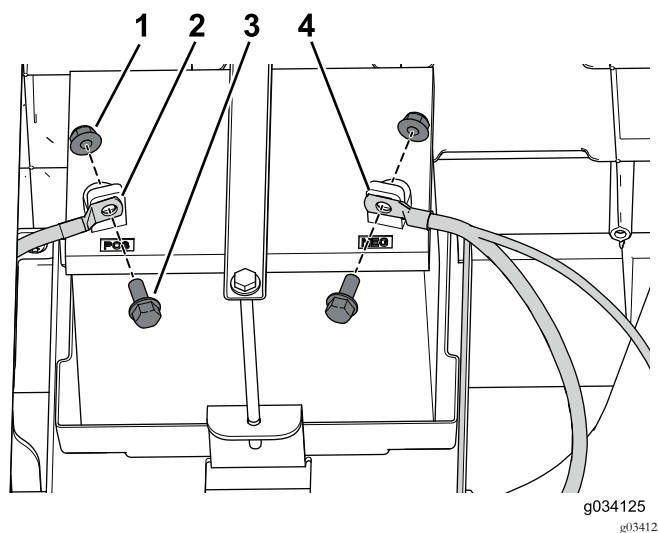

図 48
1. ボルトとナットで、プラス+ケーブルをバッテリー端子に固定する 図 48。
2. ボルトとナットで、マイナス-ケーブルをバッテリー端子に固定する 図 48。